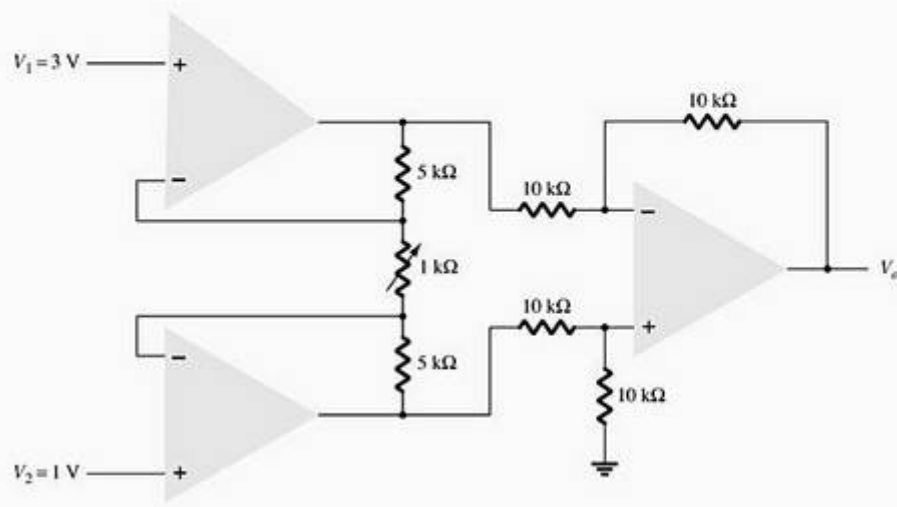

Figura 14.56 Problema 14.
- * 14. Calcule V_o no circuito da Figura 14.56.